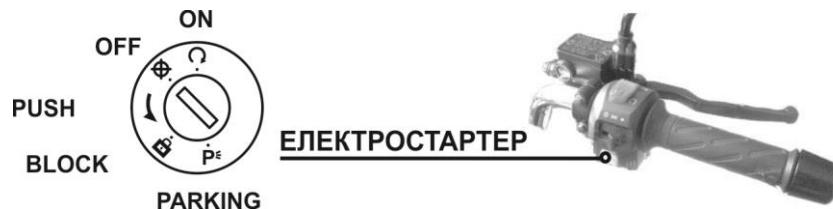

Рис. 4.1. Замок запалювання
3. При повністю закритій дросельній заслінці натиснути клавішу запуску двигуна електростартером (див. рис. 4.1.) і утримувати її в натиснутому стані до запуску двигуна, але не більше 5 секунд. Якщо запуск двигуна не відбувся, почекати 10 секунд і знову натиснути клавішу запуску. Якщо двигун на холостому ходу працює не стабільно, після запуску злегка відкрити дросельну заслінку.
Для того, щоб заглушити двигун, переведіть кнопку ввімкнення у положення «» і поверніть ключ запалювання в крайнє ліве положення (див. рис. 4.1.).
Для того, щоб мотоцикл знаходився у режимі стоянки спочатку поверніть кермо у крайнє ліве положення, а потім ключ запалювання у положення «**BLOCK**» – блокування керма. Коли залишаєте мотоцикл на стоянці переводьте ключ у крайнє праве положення «**PARKING**» – стоянка. (див. рис. 4.1.).
Після зупинки мотоцикла необхідно заглушити двигун і встановити мотоцикл на одну з відкидних підніжок – або бічну, або центральну. Не рекомендується залишати мотоцикл притуленим до стіни, стовбуру дерева або до будь-якої іншої опори, тому що при цьому не виключається можливість його самовільного переміщення або падіння. Важіль перемикачів передач повинен бути переведений у нейтральну позицію, кермо повернуте до упору вліво, запалювання повинно бути вимкнено, ключ запалювання переведений у крайнє ліве положення (див. рис. 4.1.). Ключ витягнути.
Розташований поруч з панеллю приладів замок запалювання має чотири позиції (див. рис. 4.1.):